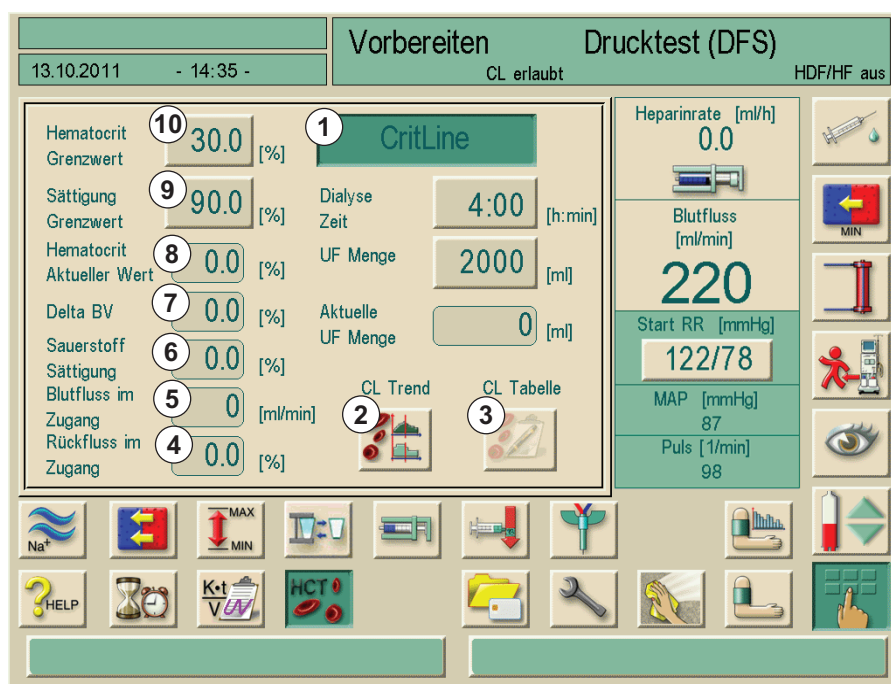

Abb. 11-33 Crit-Line Hauptbildschirm
Wenn Sie Taste 2 in Abb. 11-33 Crit-Line Hauptbildschirm (227) berühren, können die Trendverläufe von HCT, Delta BV, Rezirkulation, Shuntfluss und pO₂ angezeigt werden. Eine Trend-Gruppe, bestehend aus jeweils drei Trends, wird angezeigt. Die Trendgruppen können durch Drücken der Trendtaste (5) (vgl. Kapitel 12.10 Parameter der Trendgruppen editieren (259)) bearbeitet werden.
1. Taste 3 in Abb. 11-33 Crit-Line Hauptbildschirm (227) drücken.